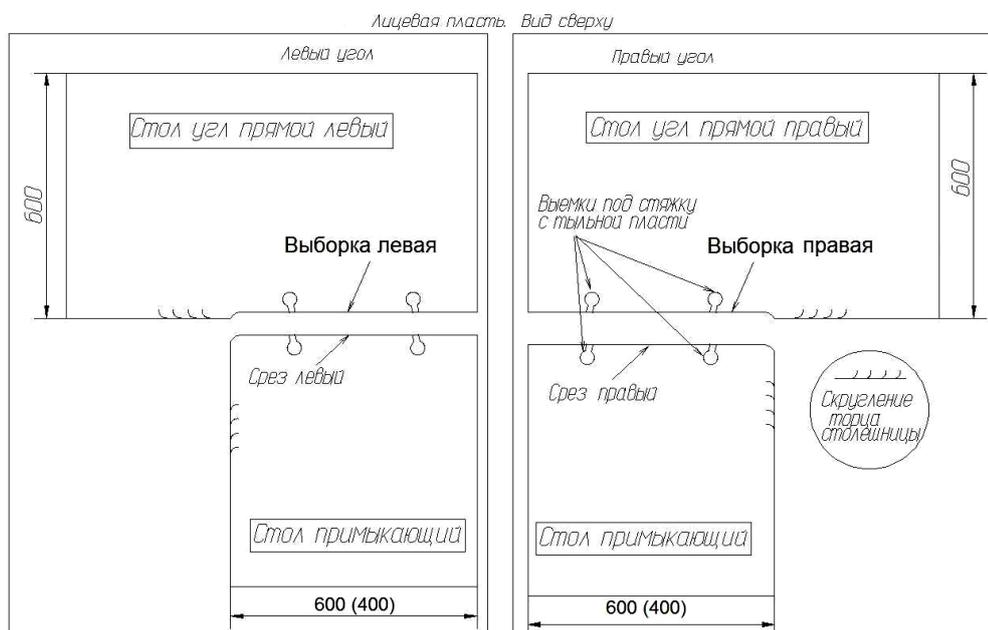

Рис. 1. Еврозапил постформинга с завалом и без завала. Виды стыковки.
- «Выборка правая» на торце столешницы глубиной 600 мм под стыковку столешницы глубиной 600 или 400 мм (рис.1).
- «Срез правый» на поперечном торце столешницы глубиной 600 или 400 мм (рис.1).
- «Выборка левая» на торце столешницы глубиной 600 мм под стыковку столешницы глубиной 600 или 400 мм (рис.1).
- «Срез левый» на поперечном торце столешницы глубиной 600 или 400 мм (рис.1).